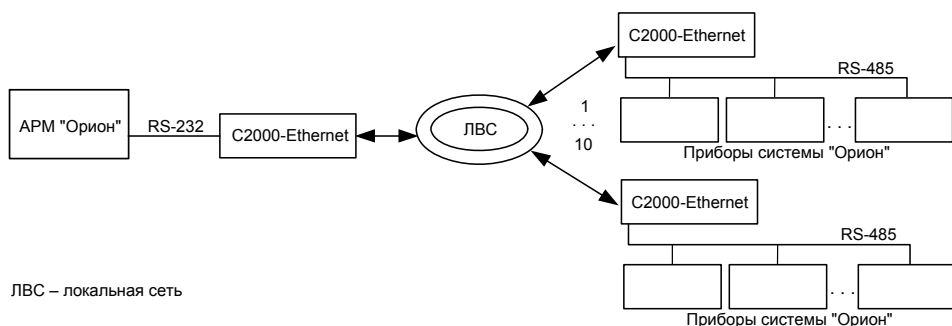
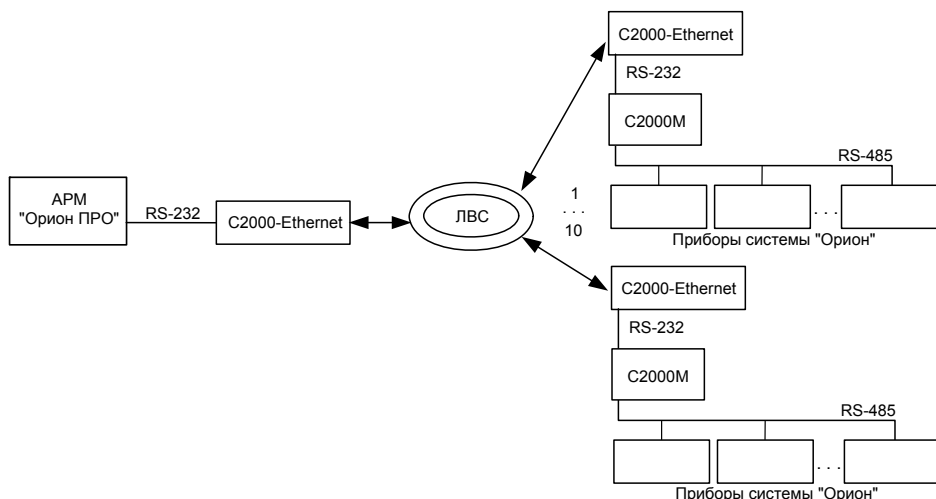
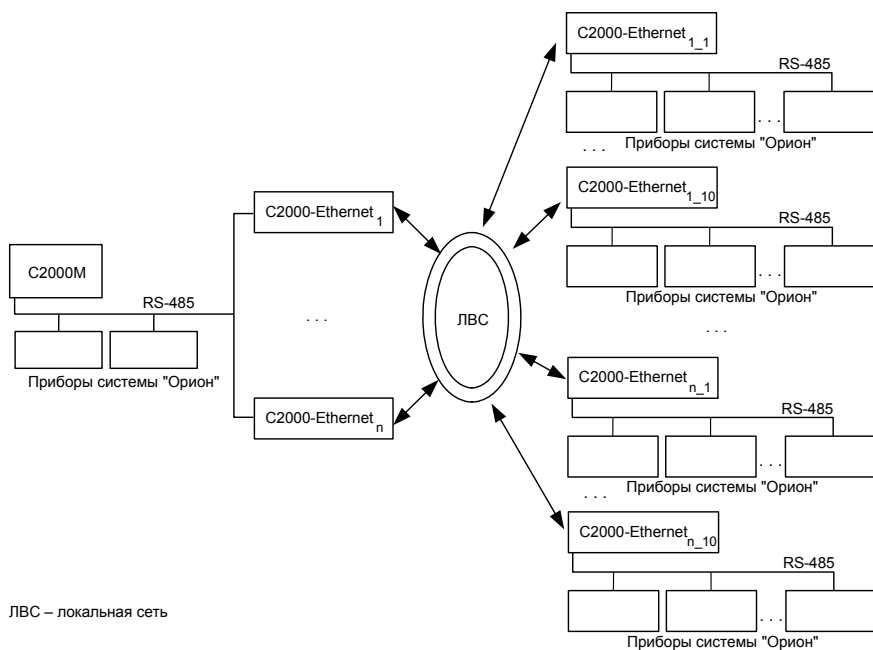
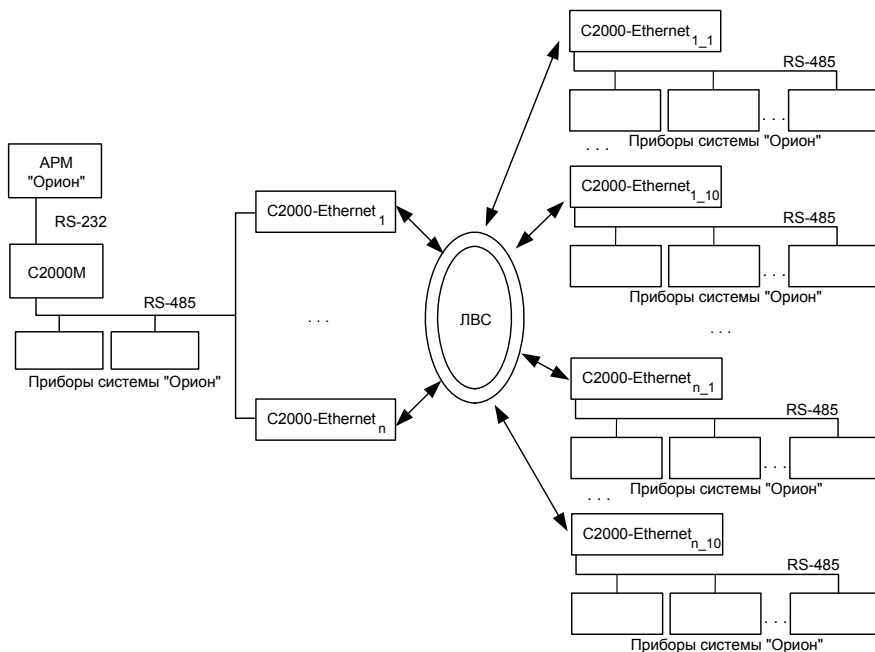

Рисунок 2 Типовая схема использования «C2000-Ethernet» с АРМ «Орион»
Рисунок 3 Типовая схема использования «C2000-Ethernet» с АРМ «Орион Про»
Рисунок 4 Типовая схема использования «C2000-Ethernet» с «C2000M»
Рисунок 5 Типовая схема использования «C2000-Ethernet» с АРМ «Орион» и «C2000M»
- 1) все приборы работают в «прозрачном режиме» (Рис. 2, Рис. 3, Рис. 4, Рис. 5);
К пульту «C2000М» можно подключить неограниченное количество «C2000-Ethernet», каждый из которых будет осуществлять ретрансляцию данных по локальной сети на свои удаленные «C2000-Ethernet» (Рис. 5).
Введите IP-адреса «C2000-Ethernet», на которые будет осуществляться ретрансляция данных по локальной сети. Например, в «режиме с сохранением событий» для «C2000-Ethernet-Slave» – это IP-адреса всех удаленных «C2000-Ethernet-Master», для «C2000-Ethernet-Master» – это IP-адрес «C2000-Ethernet-Slave» (для наглядности см. Рис. 2, Рис. 4, Рис.5). **Внимание! В конфигурации «C2000-Ethernet-Master» IP-адрес «C2000-Ethernet-Slave» должен располагаться обязательно в первой записи таблицы маршрутизации.**